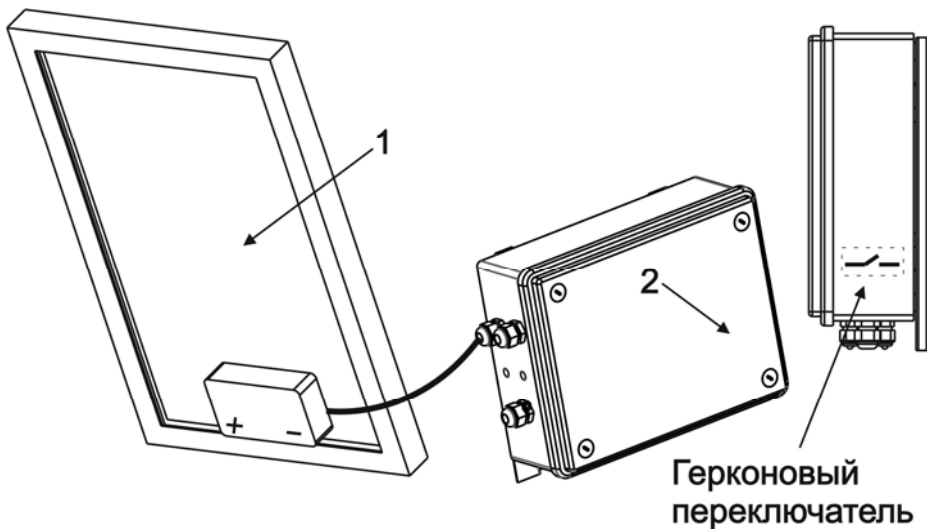

Рис.1
Конструктивно источник состоит из солнечной батареи **1** и контроллера заряда АКБ **2** размещенного в пластиковом боксе с кабельными вводами (см. рис.1).
Контроллер оснащен герконовым переключателем, предназначенным для запоминания порога освещенности, соответствующего включению выходов. Процесс запоминания инициируется поднесением магнита к месту расположения герконового переключателя (см. рис.1). При кратковременном замыкании происходит запоминание текущего уровня освещенности как порога «ДЕНЬ-НОЧЬ».
- настроить порог срабатывания по уровню освещенности, подстраивается герконовым переключателем расположенным с внутренней стороны днища контроллера заряда АКБ **2**, справа (см. рис.1), для этого необходимо поднести магнит к месту расположения герконового переключателя (см. рис.1), кратковременное замыкание которого вызывает запоминание текущего уровня освещенности как порога «ДЕНЬ-НОЧЬ».
При низком уровне освещенности солнечного фотоэлектрического модуля не происходит переключение в автономный режим работы от АКБ .	а) Не настроен порог срабатывания фотодатчика по уровню освещенности. Настроить порог срабатывания по уровню освещенности, посредством герконового переключателя (см. рис.1.а); б) Проверить соединение на клеммах аккумулятора, обнаруженные неисправности - устранить. в) Проверить напряжение на клеммах АКБ, при напряжении менее 11,0 В аккумуляторную батарею поставить на зарядку или заменить.